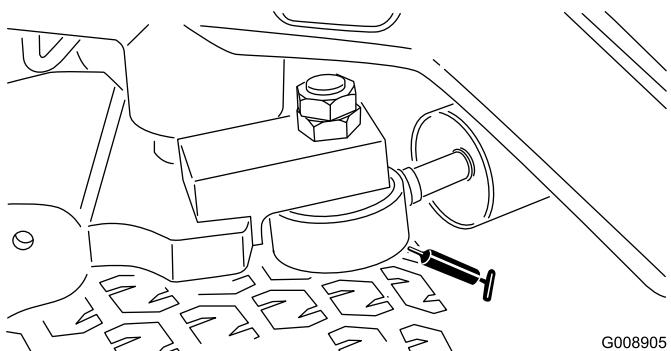

Figure 50
**Remarque:** Si vous le souhaitez, vous pouvez monter un graisseur supplémentaire à l'autre extrémité du vérin de direction. Déposez la roue, montez le graisseur, lubrifiez le graisseur, retirez le graisseur et mettez le bouchon en place (Figure 50).